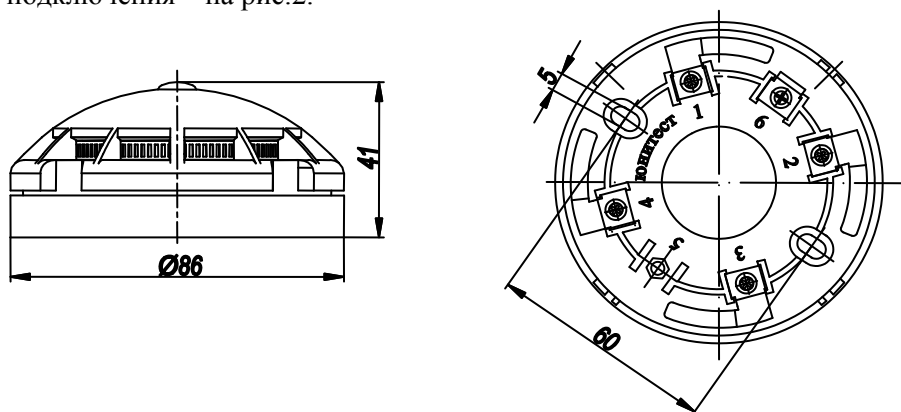
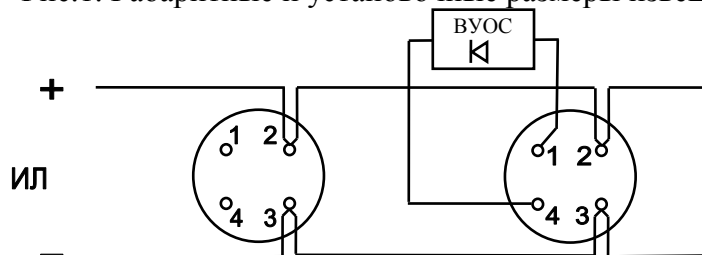

Рис.1. Габаритные и установочные размеры извещателя.
Рис.2. Схемы включения извещателя в информационную линию АПКП.
2.1.3. Установить базы извещателей согласно проекта. Габаритные и установочные размеры извещателя показаны на рис.1, схемы подключения – на рис.2.